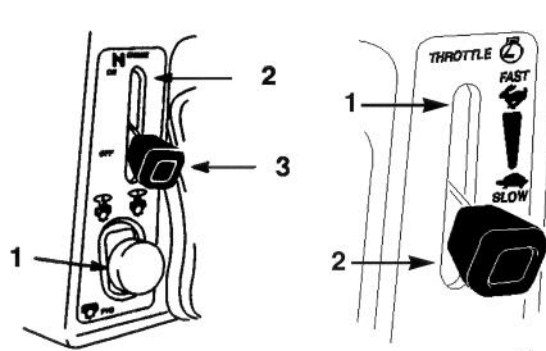

Bild 3
3. Den ZWA (Zapfwellenantrieb) auf "OFF" [AUS] drücken (Bild 3).
4. Den Chokehebel auf "ON" [EIN] stellen (Bild 3).